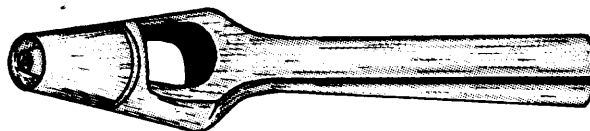

Fig. 7
*SACABOCADOS CONCÉNTRICO* (fig. 7).